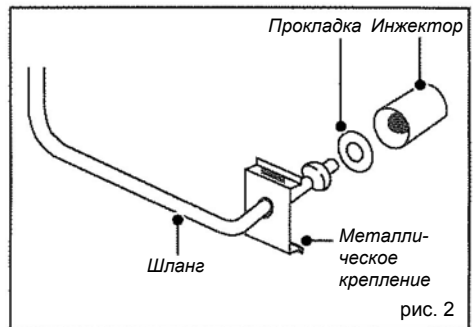

рис. 2
- либо по средствам жесткого соединения (медная газовая труба) (рис. 2).
– При помощи гаечного ключа отвинтите инжекторы и удалите их. (рис. 2)
– Снимите металлическое крепление, расположенное у основания каждой горелки (под или гриль) (рис. 2), при помощи небольшой отвертки.